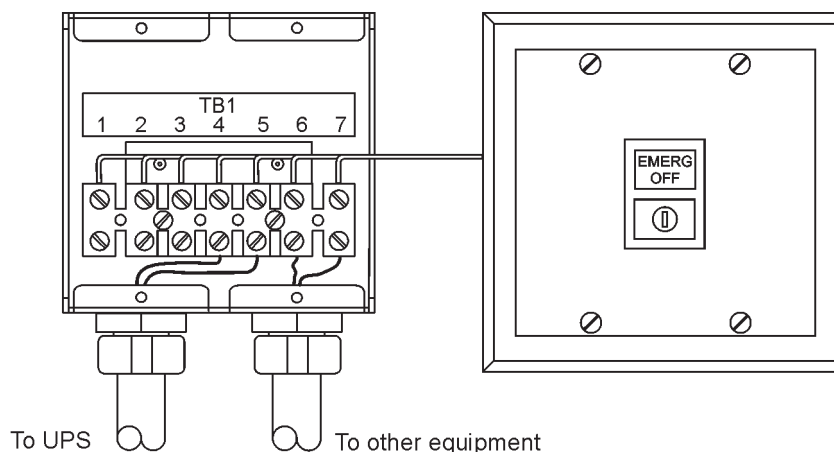

Рис. 4-12. Удаленный выключатель ЕРО
Удаленный выключатель ЕРО используется при аварийных ситуациях для дистанционного выключения ИБП и питания критической нагрузки. Рис. 4-12 показывает удаленный выключатель ЕРО
15. Если необходимо, подключите проводку удаленного выключателя ЕРО к выключающей цепи защитных устройств. Нормально-разомкнутый (НР) контакт находится между клеммами 6 и 7 удаленного выключателя ЕРО (где применимо), как показано на Рис. 4-12. Проводка удаленного выключателя ЕРО должна подключаться согласно электротехническим правилам и нормам.